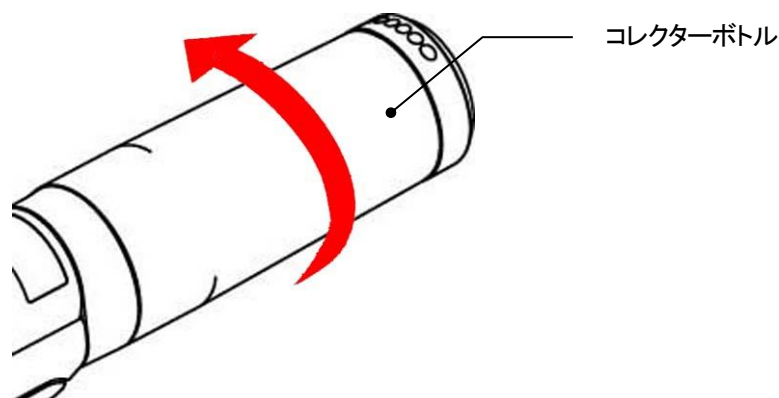

図 4-2
- 3) コレクターボトルが確実に装着されているか確認してください。確実に装着されていない場合は コレクターボトルを右に回し、確実に装着してください。（図 4-2）
(P.9 図 4-2 参照)